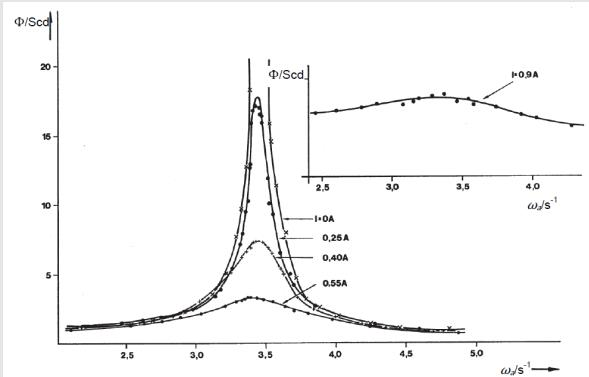

Fig. 7 : Courbes de résonance pour différents amortissements.
La figure 7 montre les courbes de résonance pour différents amortissements. L'analyse de l'équation (9) met en évidence les éléments suivants, qui sont confirmés par les résultats de la figure 7 :
L'évaluation des courbes de la figure 7 conduit, dans cet exemple, à une fréquence de résonance moyenne de  $\omega = 3.41 \text{ 1/s}$ , ce qui est très proche de la fréquence de résonance déterminée dans la tâche A1.